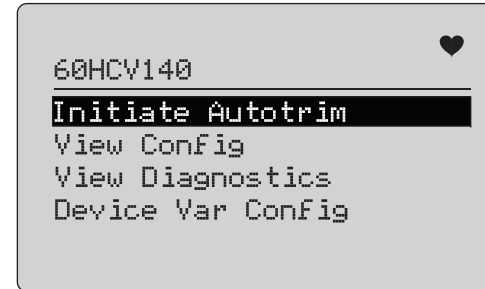

Figure 58. Menu HART Comms. (Communications HART)
2. Allez à **Modify Setup** (Modifier la configuration) > **HART Comms** (Communications HART). Consultez la Figure 58 pour voir les options disponibles.